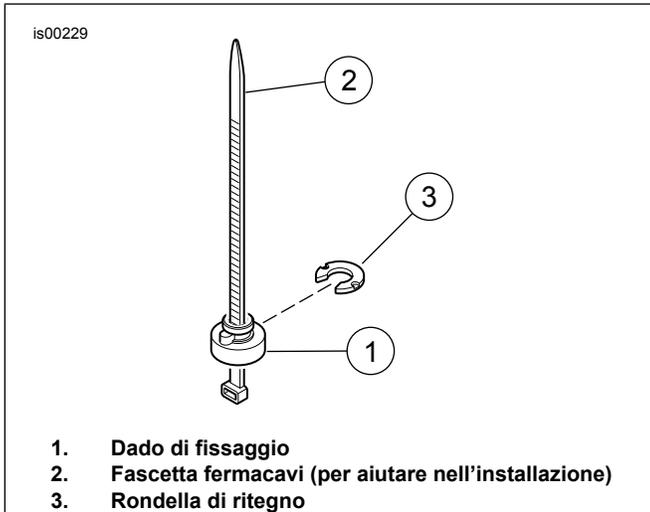

Figura 2. Installare il dado di fissaggio
3. Vedere Figura 2. Installare i dadi di fissaggio in ognuno dei due fori sulla parte superiore del parafango posteriore procedendo come segue:
- a. Per agevolare la rimozione e l'installazione del dado di fissaggio e della rondella è possibile usare una fascetta fermacavi. Collocare il dado di fissaggio (1) sulla fascetta fermacavi (2) in modo che l'estremità larga del dado poggi sull'occhiello della fascetta. Passare la fascetta fermacavi in alto sotto il parafango e attraverso il foro più arretrato sul parafango. Tirare la fascetta fermacavi verso l'alto per tenere il dado stretto contro il lato inferiore del parafango.
- b. Con la nervatura del dado di fissaggio inserita nella tacca del foro nel parafango, far scorrere al suo posto la rondella di ritegno (3) dalla parte posteriore. Questo bloccherà al suo posto il dado di fissaggio. Rimuovere la fascetta fermacavi.